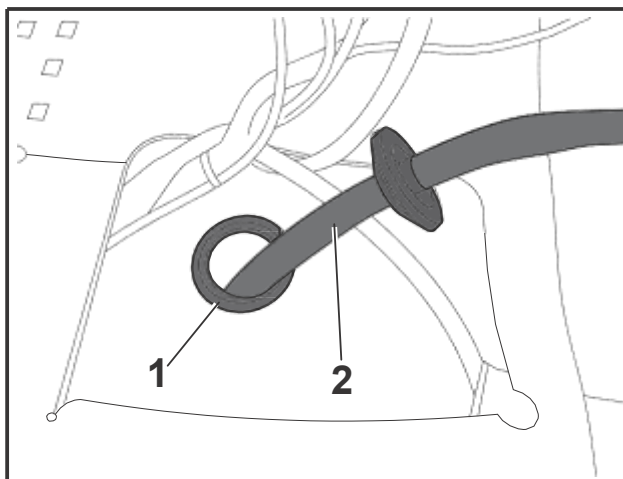
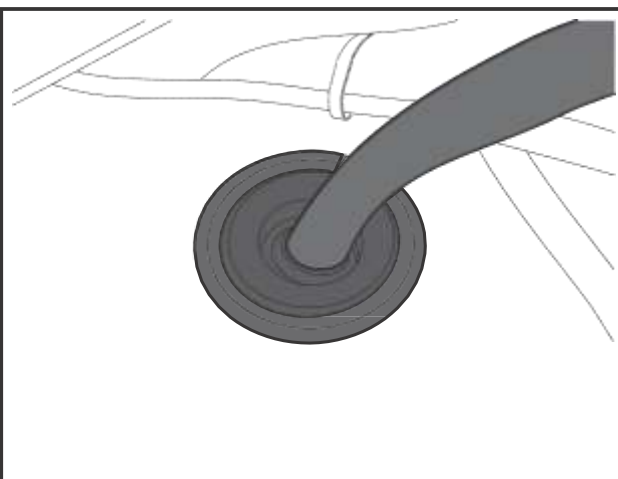

Рис. 2. Кабельный ввод – автомобили со двойной кабиной
Рис. 3. Жгут проводов – автомобили со двойной кабиной
- 7б. Автомобили со sdвоенной кабиной: Извлечь заглушку (рис. 2/1) под левым сиденьем, вырезать внутреннюю крышку заглушки и установить последнюю обратно на автомобиль. Ввести жгут проводов (рис. 2/2) снаружи через отверстие в заглушке в салон автомобиля и зафиксировать закрепленным на жгуте кабельным вводом (рис. 3). Выполнить герметизацию кабельного ввода/заглушки рабочими средствами (например, бутиловым шнуром).